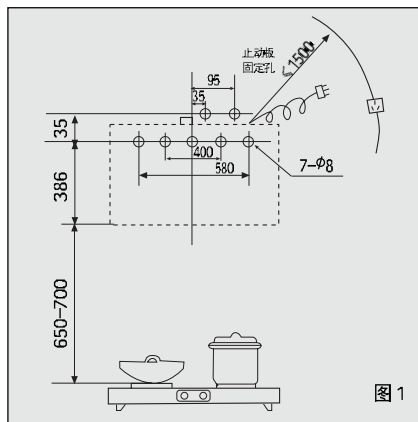
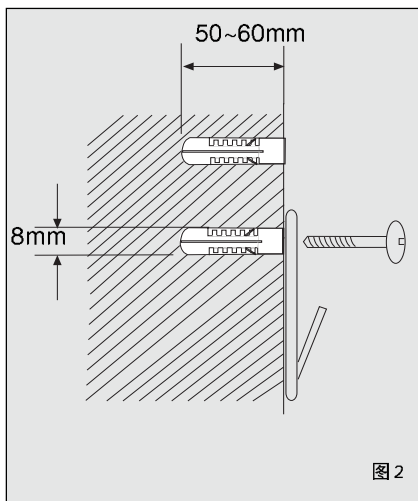

图1
图2
1、按图1尺寸在灶具上方坚实的地方准确确定冲击钻钻孔位置。冲击钻配上M7的麻花钻头或M6的冲击钻头，在钻孔位置上钻出7个直径为8mm，深为50~60mm的孔，牢固埋设膨胀管，在下排的5个孔上固定挂钩，旋入木螺钉拧紧。（如图2）
- ☆ 电源插座应在小于1500mm的地方（如图1所示）。